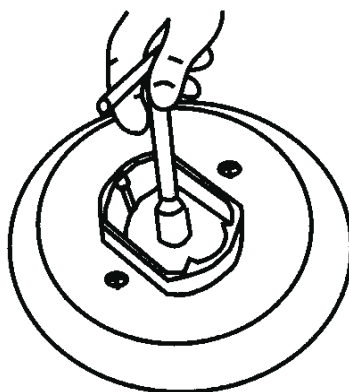

Fig. 9
- ajuste los grifos y verifique la estanqueidad de cada conexión fig.9